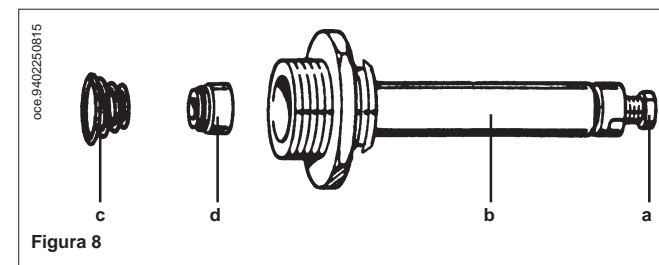

Figura 8
- avvitare a fondo, senza forzare, la vite nera (a) al canotto (b) (figura 8 a pagina 21);
- aprire il rubinetto gas e ruotare la manopola (3) predisponendo la caldaia in posizione Estate
- atornillar completamente, sin forzar, el tornillo negro (a) al manguito (b) (figura 8 en página 21);
- abrir el grifo gas y hacer girar el botón (3) predisponiendo la caldera en posición Verano
- svitare la vite nera (a) di figura 8 a pagina 21 fino a raggiungere il valore di pressione corrispondente alla potenza ridotta vedi tabella 1 a pagina 23.
- destornillar el tornillo negro (a) (figura 8 en página 21) hasta alcanzar el valor de presión correspondiente a la potencia reducida (véase tabla 1 en página 23);
- sigillare la vite nera (a) di figura 8.
- ruotare la manopola (3) in posizione (0) e verificare una nuova accensione. Nel caso di una interaccensione incompleta agire sul potenziometro RLA (pagina 18);
- con la manopola (3) in posizione inverno  verificare che la potenza in riscaldamento sia quella richiesta dall'impianto, in caso agire sul potenziometro MAX RISC (pagina 18). Vedere la tabella 1 per la pressione al bruciatore necessaria;
- sellar el tornillo negro (a) de figura 8.
- hacer girar el botón (3) en posición (0) y efectuar un nuevo encendido. En el caso de un interencendido incompleto, obrar sobre el potenciómetro RNE (RLA) (página 18);
- con el botón (3) en posición invierno  controlar que la potencia en calefacción sea la requerida por la instalación; si necesario, obrar sobre el potenciómetro MAX CALEF (MAX RISC) (página 18). Véase la tabla 1 para la presión del quemador necesaria;
- sostituire la molla avendo cura di posizionarla correttamente (figura 8);
- substituir el resorte asegurándose de que sea posicionado correctamente (figura 8);